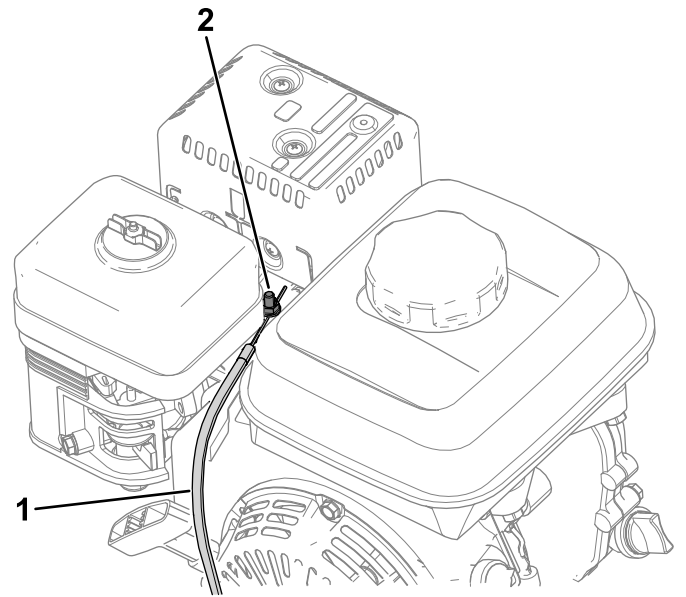

Figura 41
4. Afloje el tornillo en la abrazadera del conducto del cable (Figura 41).